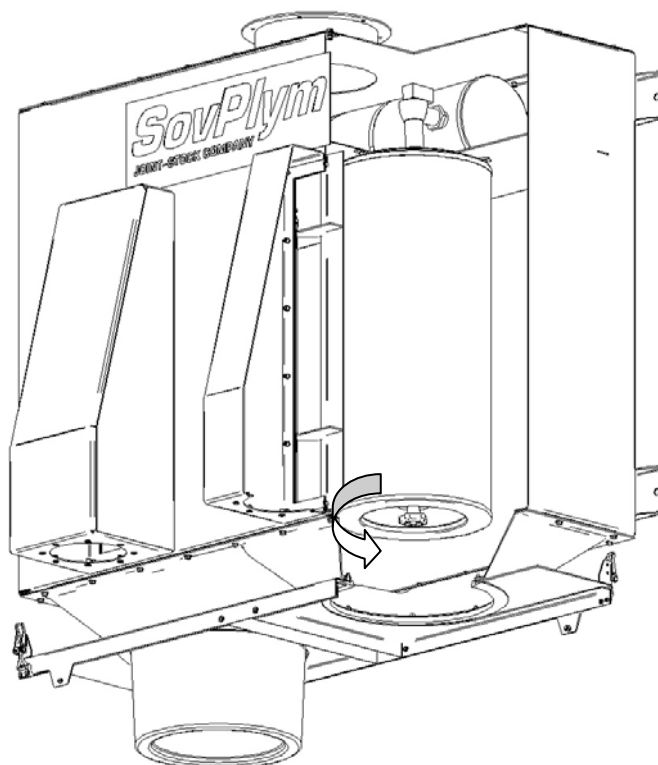

Рис.16
8.4. Для замены кассеты необходимо сначала вынуть пылесборник у НМСФ2х160-00 и НМСФ2х160-02 (см. выше) или направляющий конус у НМСФ2х160-01 и НМСФ2х160-03 (способ вынимания аналогичен). Отвинтить рукоятку показанную на рис.16;